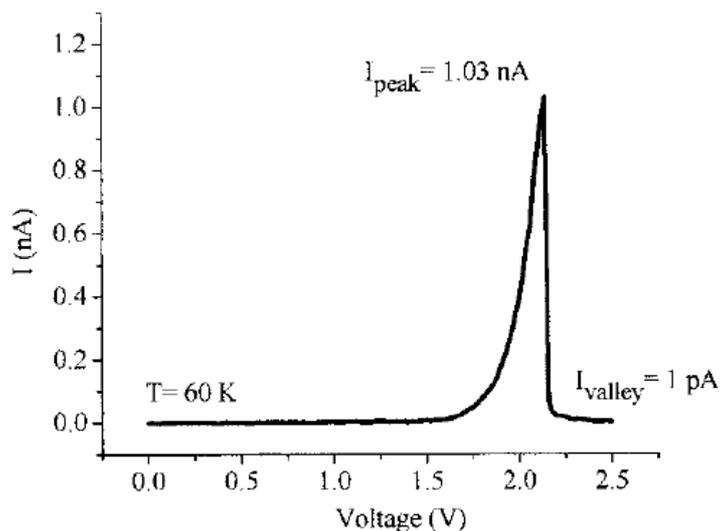

Рисунок 1. Полученная экспериментально ВАХ при температуре 60К.
Для того, чтобы измерить проводимость молекул с помощью литографического процесса на поверхности Si (100) была создана "ямка" пирамидальной формы, которая завершилась круглым отверстием диаметром 30 нм. На одну из сторон конструкции нанесли слой золота толщиной 200 нм, а в "ямку" залили концентрированный раствор вещества L, который способен к образованию SAM. Через двое суток указанную выше подложку промыли и в мягких условиях напылили второй слой золота, а затем измерили ВАХ (см. рисунок 1).